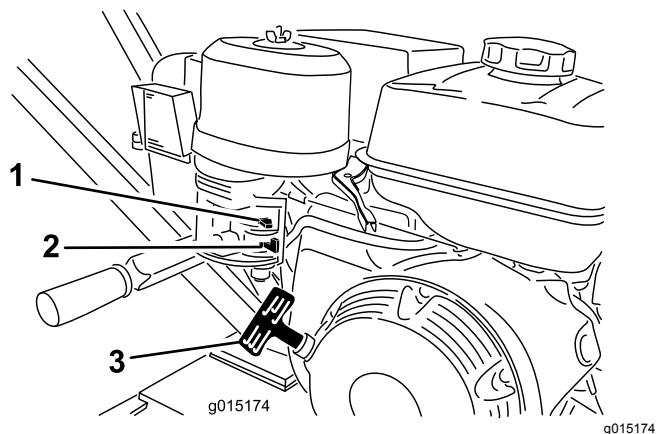

Figure 9
1. Tournez le robinet d'arrivée de carburant complètement à droite, en position OUVERTE (Figure 9).
2. Placez la commande de starter en position EN SERVICE (Figure 9).
5. Tirez légèrement sur la poignée du lanceur jusqu'à ce que vous sentiez une résistance, puis tirez vigoureusement (Figure 9). Relâchez lentement la poignée du lanceur.